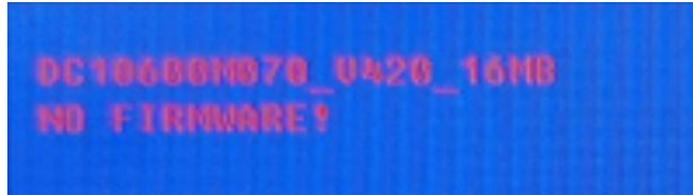

图 4-3 提示示意图
(3) 提示“NO FIRMWARE!”或“NO PROJECT!”：1、发对应固件/工程给客户重新升级固件 2、确认工程是否频繁擦写 flash，导致出现坏块 3、频繁出现可能为来料不良，寄回售后分析示意图如图 4-3 所示。